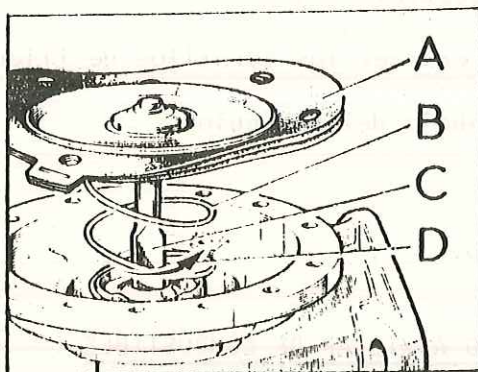

Fig. L2-17 Montaje del diafragma
- 3.1. Instalar el conjunto del diafragma, A (Fig. L2-17) sujetando el cuerpo de la bomba con el muelle de retroceso, B, en su sitio y el brazo del balancín separado.